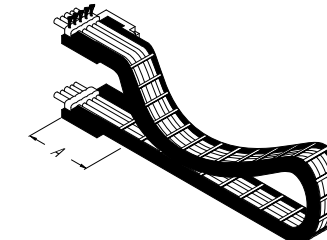

Fig. 2
- со стороны конца поводка в длинных скользящих энергоцелях (→ Fig. 2).